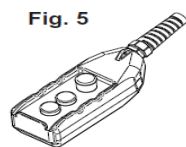

Fig. 5
- conectați panoul de comandă la conectorul său. Trolitul este echipat cu un panou cu 3 butoane (Fig. 5):